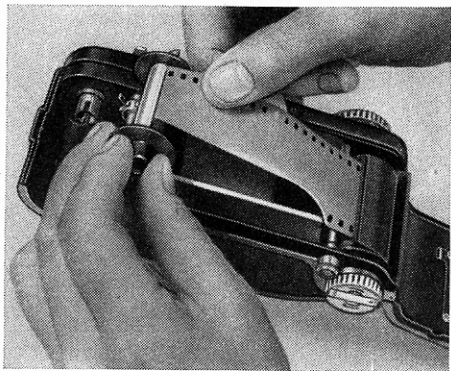

Fig. 22
On peut aussi retirer la bobine réceptrice (32) de son logement (Fig. 22). Elle est aisément dégagée de l'entraîneur (11) du levier d'armement (8), engager l'amorce sous le ressort d'accrochage de cette bobine et tournez un demi-tour. Puis replacer la bobine dans son logement (33) et tourner légèrement en veillant à ce que l'entraîneur de friction du levier d'armement (11) chevauche bien la barre transversale du noyau de la bobine. Il est néanmoins possible d'accrocher le film sur la bobine réceptrice (32) sans la retirer de l'appareil, il faut pour cela que le ressort d'accrochage soit orienté vers l'extérieur. Pour tourner le levier d'armement (8) jusqu'à la butée, le film doit passer tout droit, bien à plat, le long du chemin de défilement, les dents du tambour d'entraînement (34) bien engagées dans les perforations du film (Fig. 23).